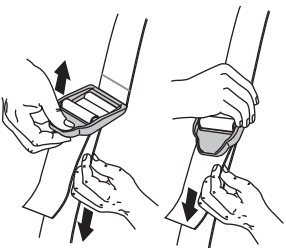

Fig. 19
- Réglez la longueur en fonction de la taille de l'opérateur. Tirez la languette pour rallonger ou tirez la bande pour raccourcir (Fig. 19).